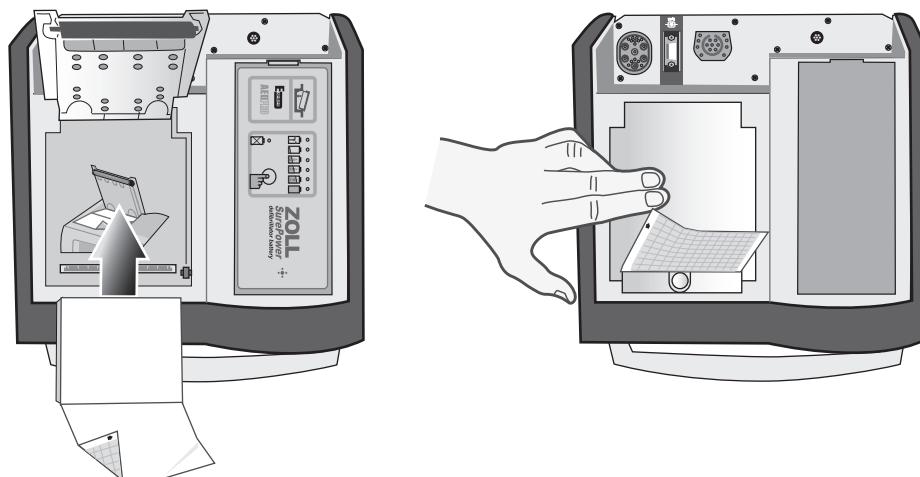

Figura 12-6. Inserimento della carta e chiusura dello sportello della stampante
4. Riposizionare la carta nel dispositivo e chiudere il coperchio (consultare Figura 12-6).